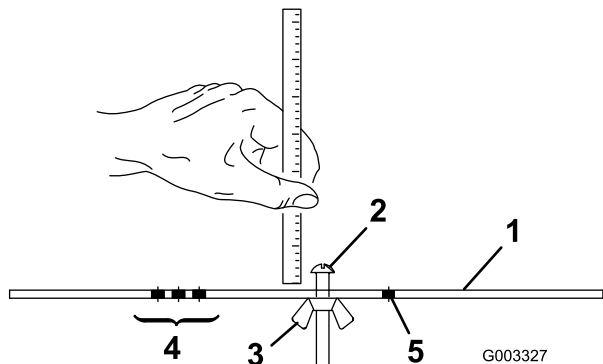

Figura 20
- 2. Allentate il dado sulla barra di misura (Figura 20) e posizionate la vite di regolazione all'altezza di taglio opportuna. La distanza tra la base della testa della vite e la superficie della barra è l'altezza di taglio.